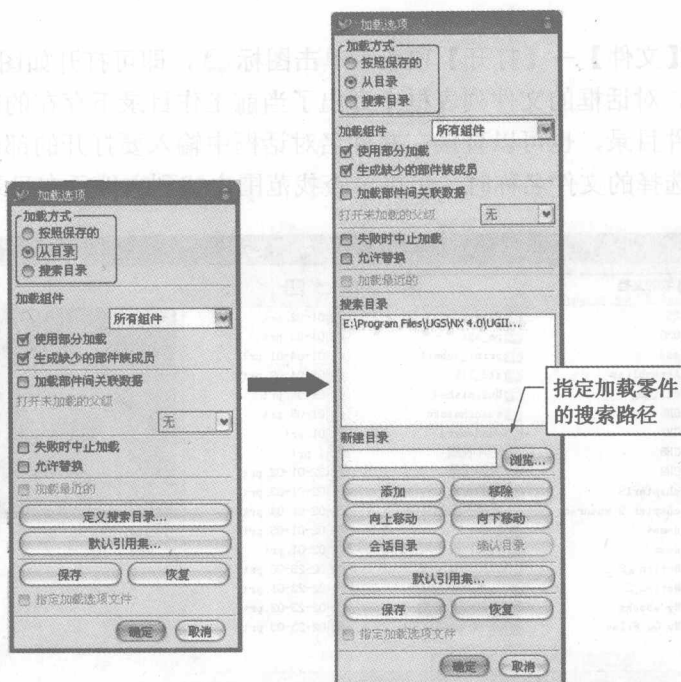

图 1-5 加载选项
- 选项: 该选项用于设置打开文件的路径、加载方式等内容的详细设置, 如图 1-5 所示, 单击【定义搜索目录】项, 弹出如 1-5 右图所示界面。打开【浏览】项, 指定打开零件所在的路径, 然后单击【添加】按钮, 将该路径添加到搜索目录中, 最后单击【保存】按钮, 保存设置。